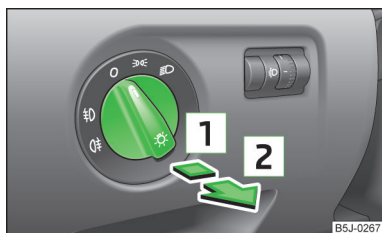

Fig. 24
- > Rotiți comutatorul de lumini » fig. 24 mai întâi în poziția »« sau .
- > Rotiți comutatorul de lumini » fig. 24 la pagina 42 mai întâi în poziția »« sau .